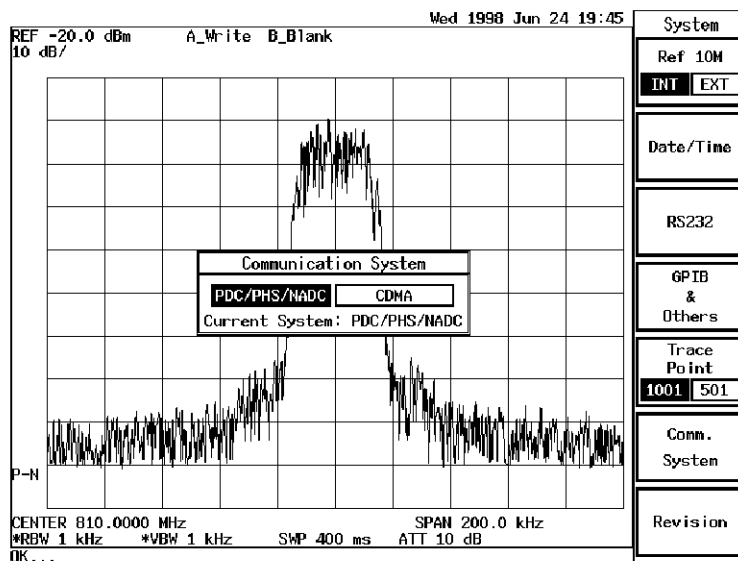

図 2-5 ダイアログ・ボックス
1. **LCL,Comm.System** と押し、図 2-5 のダイアログ・ボックスを表示させます。